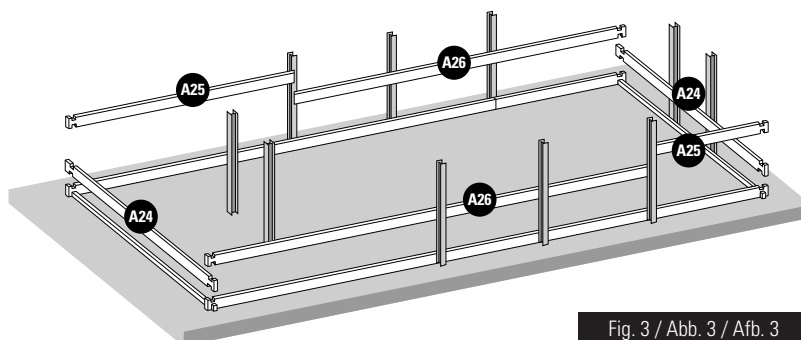

Fig. 3 / Abb. 3 / Afb. 3
**EN 2nd LAYER OF BOARDS:** • Install the second layer of boards as shown in figure 3. • There is a wooden wedge in the structure packet to correctly assemble the boards. • Never directly hit against the boards. Do not hit them with anything metallic. This would inevitably damage the wood. • Try to correctly assemble the boards right from the start. There should not be any space between each layer of boards to avoid maladjustment of the higher boards.
**FR 2ÈME RANGÉE DE MADRIERS :** • Positionnez les madriers de la deuxième rangée conformément à la figure 3. • De manière à emboîter correctement les madriers, une cale en bois est à votre disposition dans le colis de structure. • Ne pas taper directement sur les madriers. • Ne pas frapper avec une pièce métallique. Cela détériorerait le madrier irrémédiablement. • Veillez à emboîter bien à fond les madriers dès le départ. Il ne doit pas y avoir d'espace entre chaque rangée pour éviter un décalage au niveau des madriers supérieurs.
**DE 2. BRETTERREIHE:** • Platzieren Sie die Bretter der zweiten Reihe laut Abb. 3. • Um die Bretter richtig anbringen zu können, finden Sie einen Holzkeil im Paket des Tragwerks. • Nicht direkt auf die Bretter klopfen. • Nicht mit einem Metallteil darauf klopfen. Es würde das Holz unabänderlich beschädigen. • Versuchen Sie, die Bretter von Anfang an tiefgehend ineinander zu fügen. Zwischen den Reihen darf kein Platz sein, um eine Fehlanpassung der oberen Bretter zu vermeiden.
**NL 2ª RIJ PLANKEN:** • Plaats de planken van de tweede rij zoals aangegeven op afbeelding 3. • Om de planken correct te assembleren, zit er een houten wig in het pakket van het frame. • Sla niet direct op de planken. • Sla er niet direct op met metaal. Hierdoor raakt het hout onherstelbaar beschadigd. • Zorg ervoor dat de planken vanaf het begin stevig op elkaar aansluiten. Er mag geen ruimte tussen de rijen overblijven, om te voorkomen dat de bovenste houtdelen onregelmatig uitkomen.